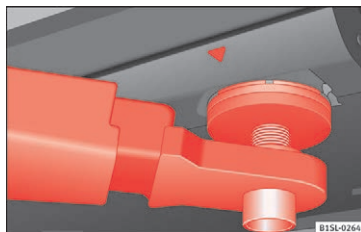
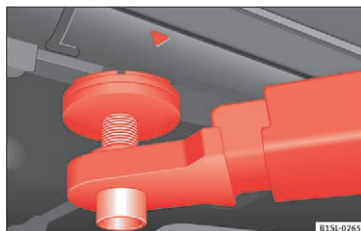

Fig. 159 Løftepunkter foran til løft af bilen med lift eller donkraft
Fig. 160 Løftepunkter bag til løft af bilen med lift eller donkraft
Bilen må kun løftes på de punkter, der er vist på billederne »» Fig. 159 og »» Fig. 160. Hvis du ikke løfter bilen på de viste steder, kan det forårsage skader på bilen »» ⚠ og alvorlige kvæstelser »» ⚠.
- Løft kun bilen på de punkter, der er vist på billederne »» Fig. 159 og »» Fig. 160. Hvis bilen ikke løftes på de viste løftepunkter, kan bilen falde ned fra liften, fx når motoren eller gearkassen afmonteres.